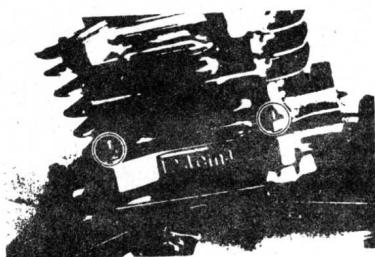

图 1-26
(14) 拆下气缸体螺母，取下气缸体，如图 1-26 所示。